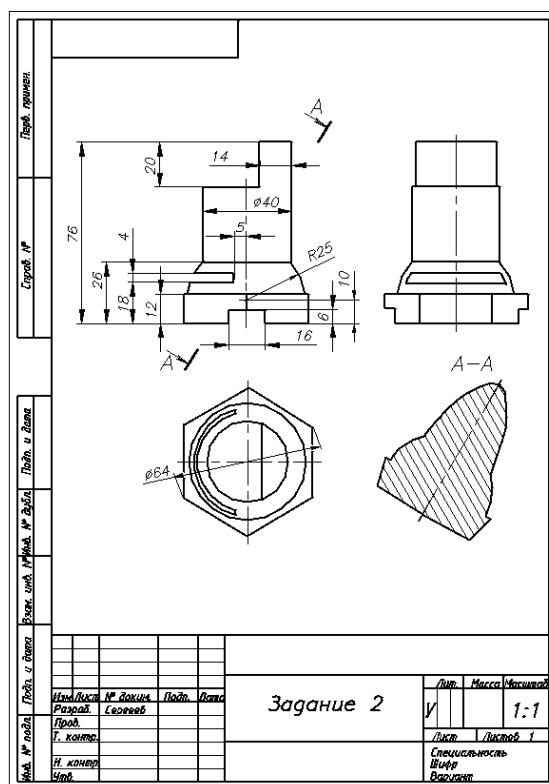

Рис. 4
**Задание 2.** Дополнить вид сверху, построить вид слева и вынесенное сечение А - А детали, изображённой на рис. 2. Материал детали: бетон, стекло, древесина, сталь, твердые сплавы (указывается преподавателем). Отверстия считать сквозными. Пример выполнения приведен на рис. 4.